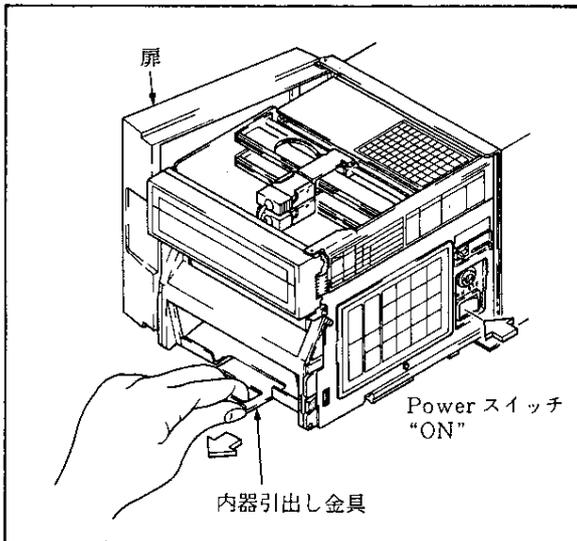

図 5.15
- (1) 扉を開き、内器引出し金具により内器を引き出します（図5.15）。